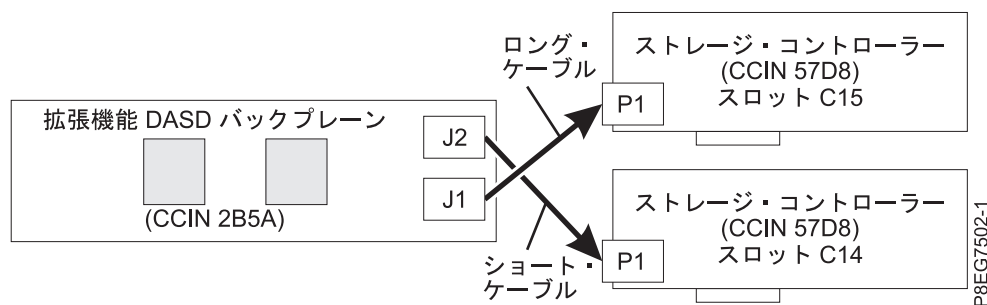

図 22. 拡張機能構成での SAS ケーブルの再接続
- 長い SAS ケーブルは、下部のディスク・ドライブ・バックプレーン・コネクタ (J1) からスロット P1-C15 にある SAS RAID 内部アダプターの P1 コネクタに接続されています。図 22を参照してください。